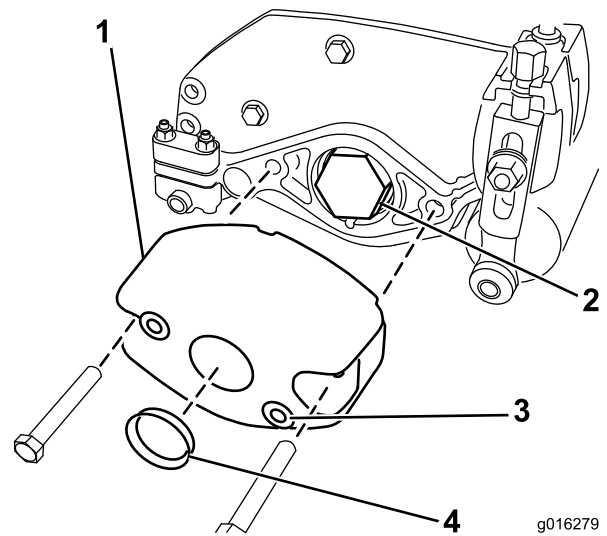

Рисунок 3
2. Снимите детали крепления и противовес с конца режущего блока; см. Рисунок 3. Вытолкните изнутри и снимите пробку из большого отверстия в центре противовеса.
5. Закрепите противовес снова на режущем блоке с помощью снятых ранее деталей крепления; см. Рисунок 3.